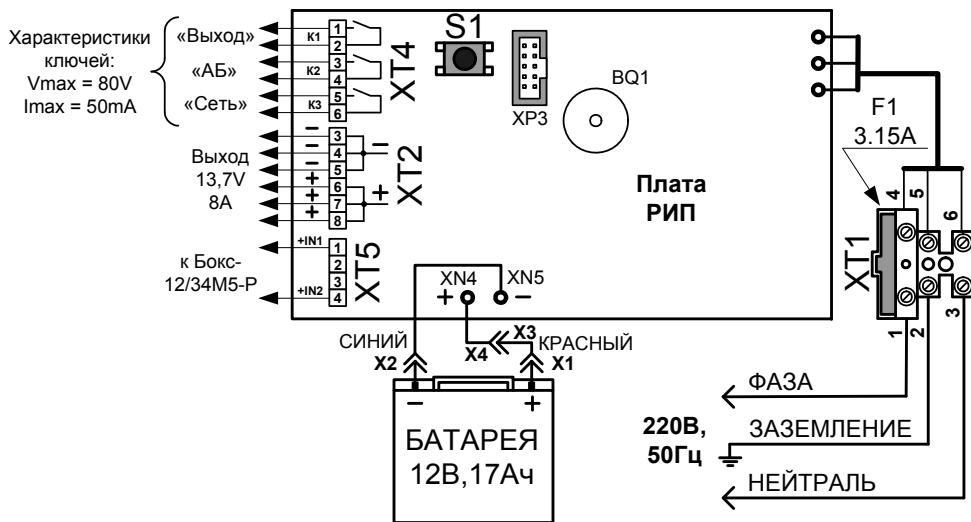

Рис. 2
ВНИМАНИЕ! При подключении внешнего питающего напряжения 220 В к сетевой колодке ХТ1 необходимо соблюдать правильность подключения проводов «фаза» и «нейтраль». Подключение производить в соответствии с Рис. 2. Схема подключения также расположена на внутренней стороне корпуса РИП.
3.2.4 Согласно схеме соединений (рис. 2):
б) изъять из колодки вставку F1 (3,15 А), подключить сетевые провода к входной колодке (фаза (L) должна быть подключена к ХТ1:1, см. рис. 2);
4.2.3 РИП обеспечивает программирование следующих режимов индикации и сигнализации нажатием на кнопку S1 (при открытой крышке РИП), находящуюся на плате см. рис.2.